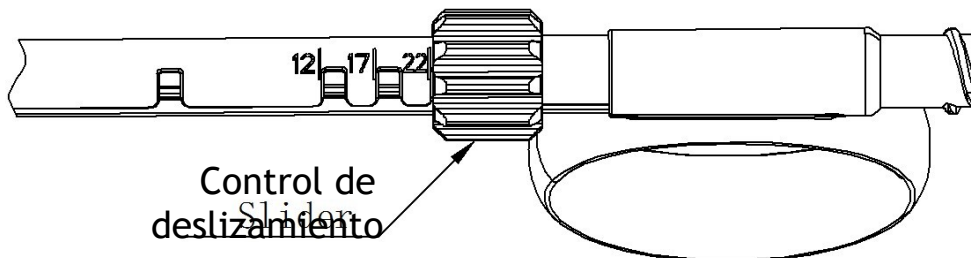

Figura 6: Selección de la profundidad de punción
- b) Ajuste el botón del control de deslizamiento según el diámetro de la aorta en la ramificación y después seleccione la profundidad de punción adecuada, como se muestra en la Figura 6. Cuando seleccione las líneas de escala, se recomienda seleccionar primero el mecanismo mínimo para la punción y, cuando la punción presente dificultad, usar un mecanismo superior para llevarla a cabo.